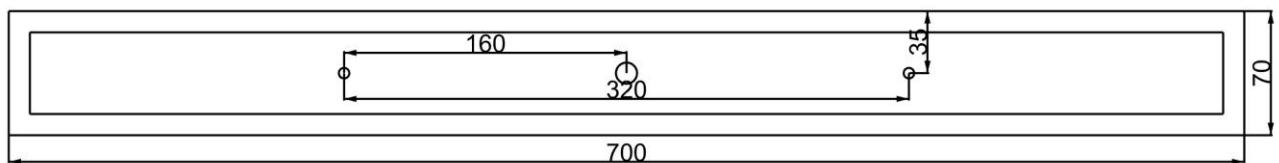

Bild 1
2. Markieren Sie die Position für die Bohrungen in der Decke entsprechend der Vermaßung (Bild1).